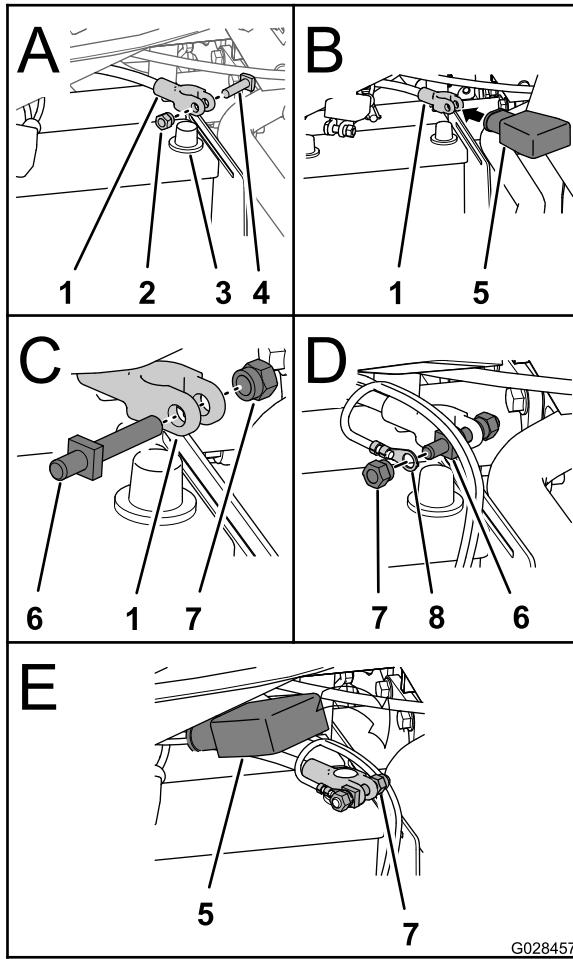

Figura 25
1. Rimuovete il dado esistente e il bullone a T dal morsetto positivo della batteria (A della Figura 25).
2. Infilate il cappuccio rosso del morsetto della batteria sul cavo positivo della batteria (B della Figura 25).
3. Installate il nuovo bullone del morsetto della batteria e un dado del serrafile sul terminale del cavo positivo della batteria (C della Figura 25).
4. Installate il morsetto del cavo della batteria dal cablaggio preassemblato dell'irroratrice sul bullone del morsetto della batteria e fissate il morsetto con 1 dado del serrafile (D della Figura 25).
6. Collegate il morsetto negativo della batteria al polo negativo della batteria (E della Figura 25) e serrate il dado del serrafile a una coppia di 1978–2542 N·cm.